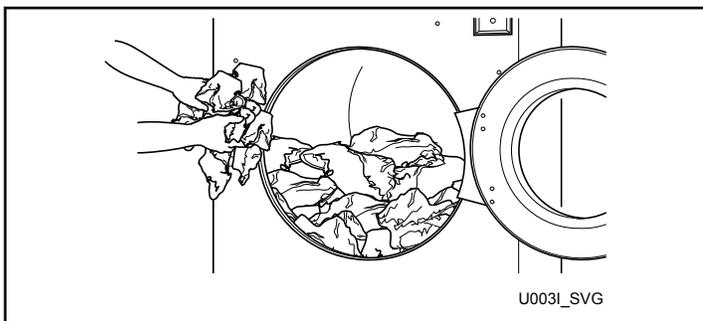

Figure 42
3. Charger à pleine capacité si possible. NE PAS SURCHARGER. Se reporter à la *Figure 42*.